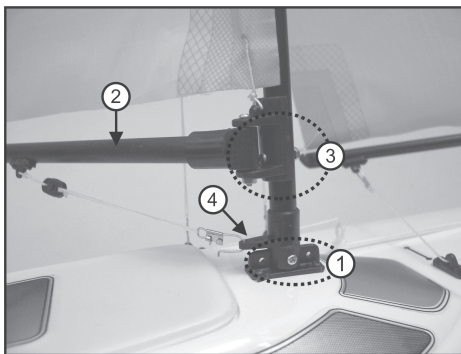

Figure 6
Montez, comme indiqué sur la figure 6, pos. 1, le mât sur le pont supérieur, dans le trou central du support de mât, à l'aide d'une vis M2 et d'un écrou M2.
Fixez la traverse (2) de la grand-voile (« bôme » en langage marin) à l'aide d'une vis M2 et d'un écrou M2 au mât (figure 6, pos. 3).